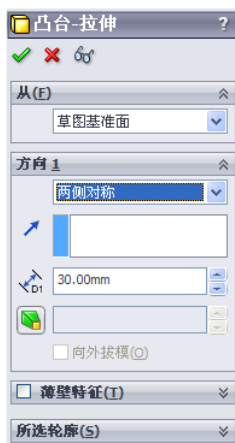
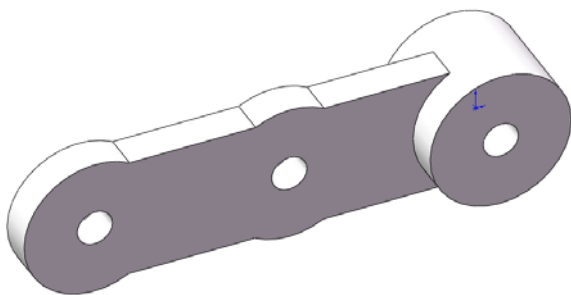

图 13-77 “凸台-拉伸”属性管理器
图 13-78 拉伸实体 2
(5) 拉伸实体 2。选择菜单栏中的“插入”→“凸台/基体”→“拉伸”命令，或者单击“特征”工具栏中的（拉伸凸台/基体）按钮，此时系统弹出如图 13-77 所示的“凸台-拉伸”属性管理器。设置拉伸终止条件为“两侧对称”，输入拉伸距离为“30 mm”，然后单击（确定）按钮，结果如图 13-78 所示。